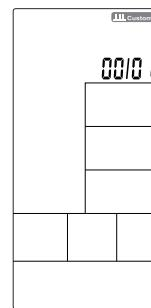

Figure 32
⑨Press any PROGRAM key then perform the program accordingly.
①Drücken Sie INTERVAL, um INTERVAL CUSTOM auszuwählen, drücken Sie ENTER, um in diesen Modus zu gelangen und INTERVAL CUSTOM 00/XX blinkt zusammen mit den 1s-Summertönen eingestellt werden. Drücken Sie UP/DOWN, um 00/XX im Bereich von 1~99 kreisförmig einzustellen. Drücken Sie ENTER, um die Einstellung zu bestätigen, während der Summer 1 Sekunde lang ertönt, und gehen Sie dann zur nächsten Einstellung über (Abbildung 32).
①Press INTERVAL to select INTERVAL CUSTOM, press ENTER to enter into this mode then INTERVAL CUSTOM 00/XX flashes to be set along with buzzer beeps 1s. Press UP/DOWN to set 00/XX within 1~99 Circularly. Press ENTER to confirm along with buzzer beeps 1s then enter into next setting. (Figure 32)